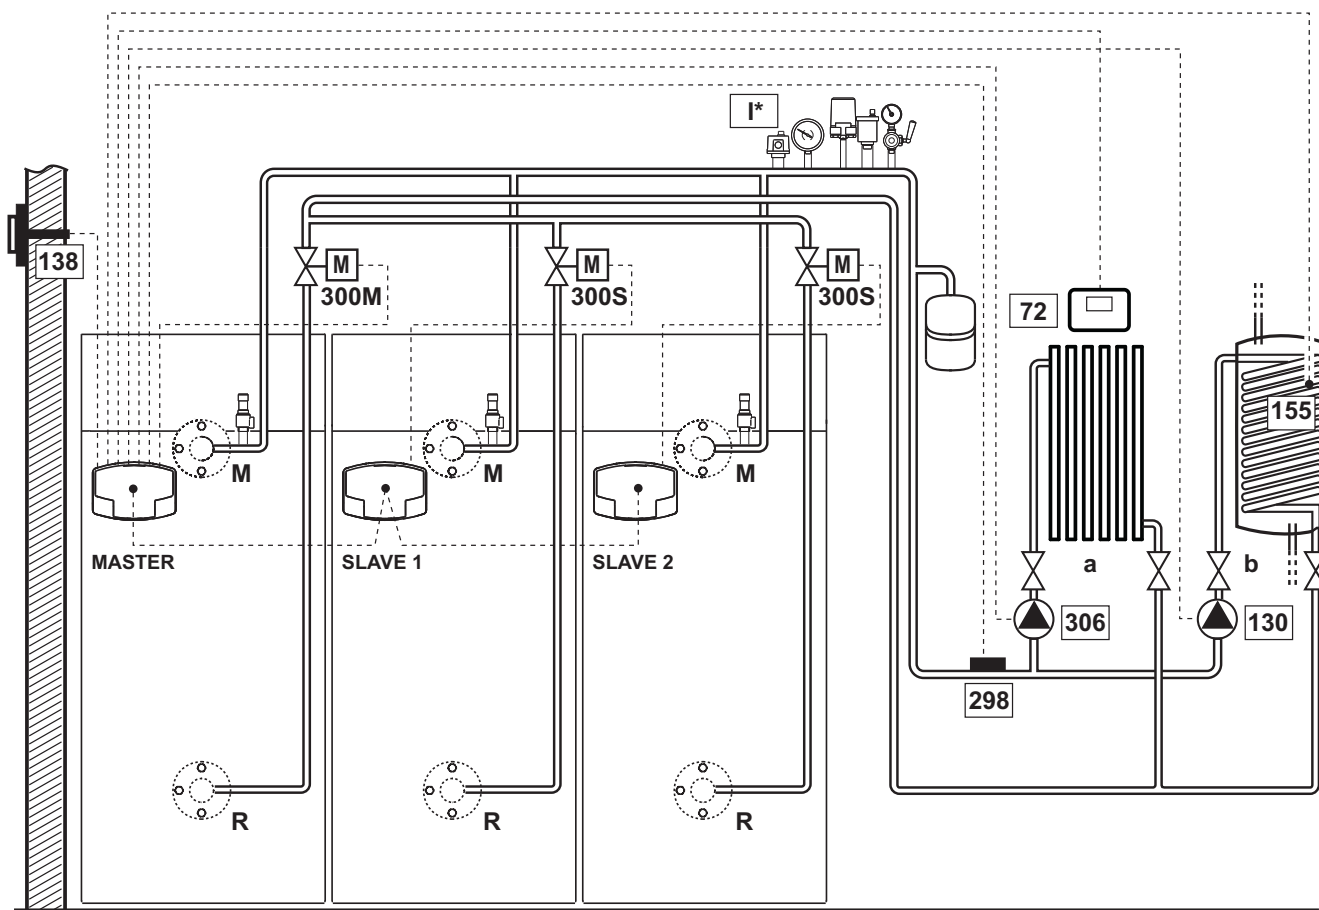
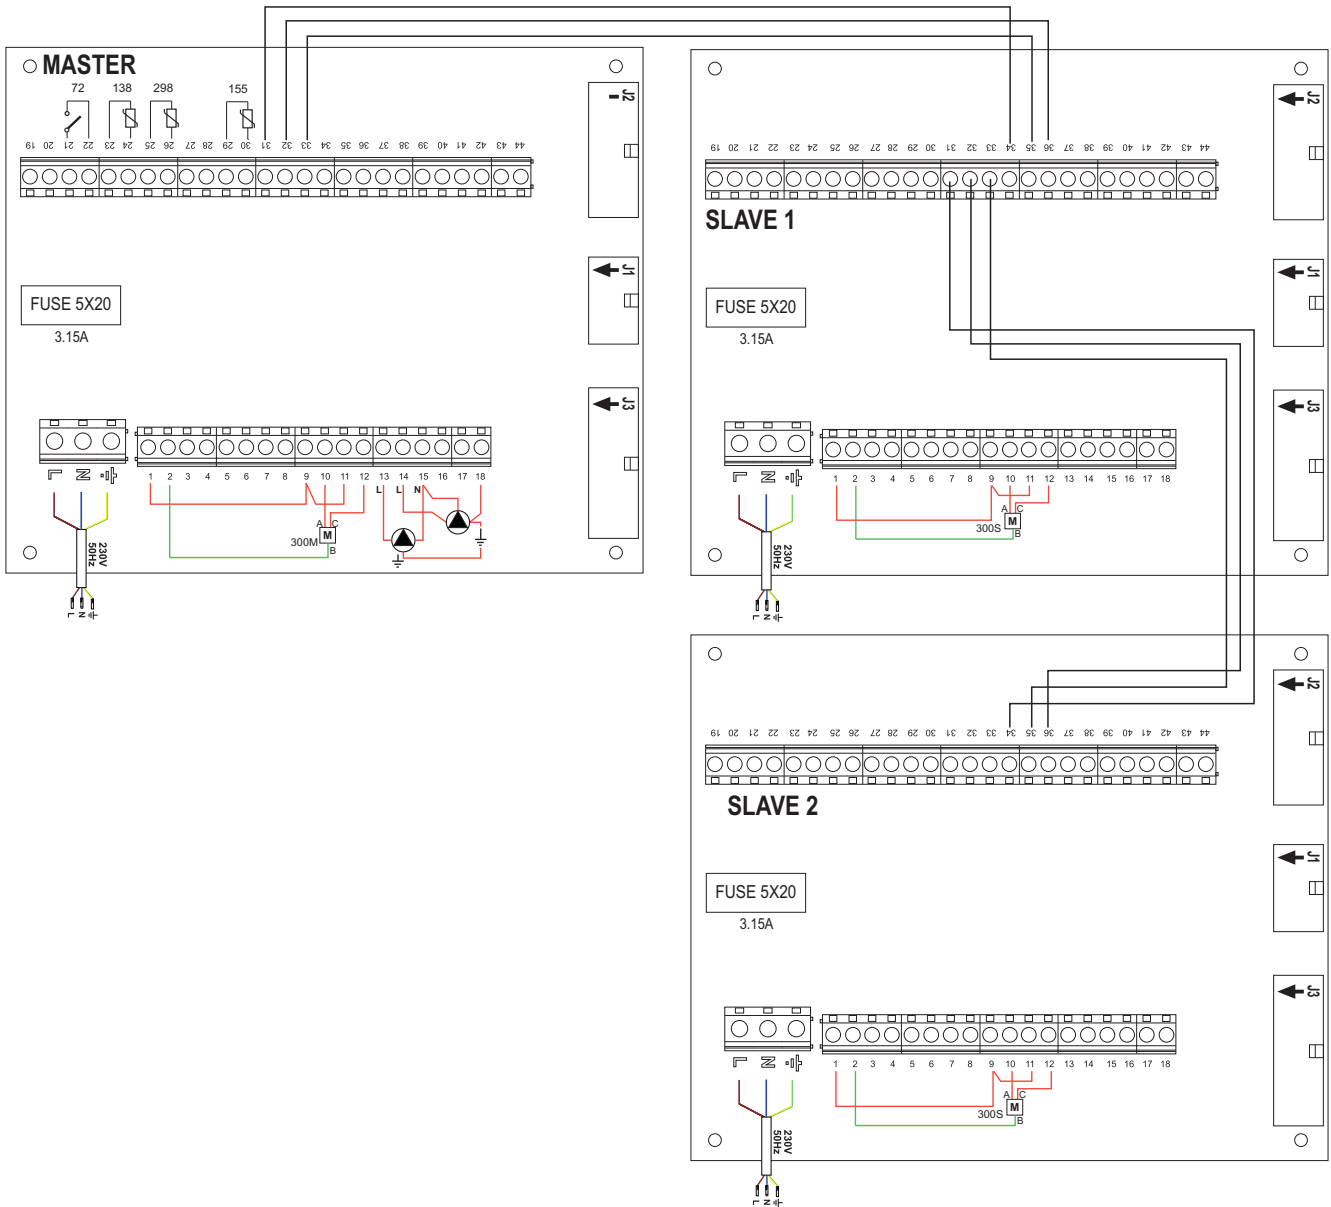

fig. 49
fig. 50
**Legend (fig. 49 and fig. 50)**